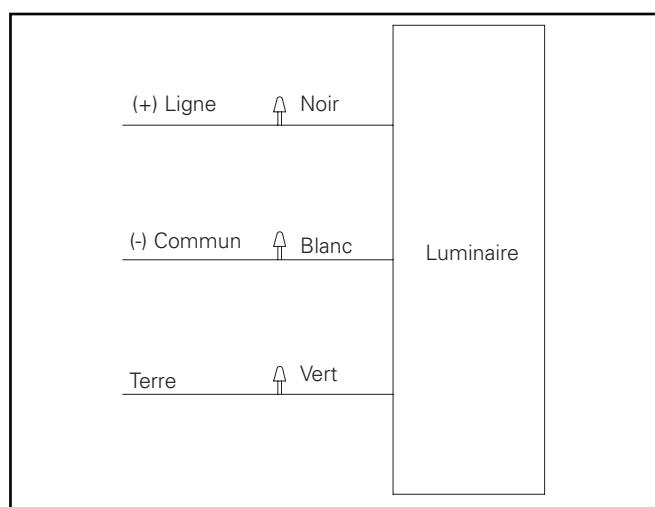

Figure 4
5. Effectuez les raccordements de câblage tel qu'indiqué sur le schéma de câblage et introduisez les branchements à l'intérieur du pôle ou du support de montage. (Figure 4).